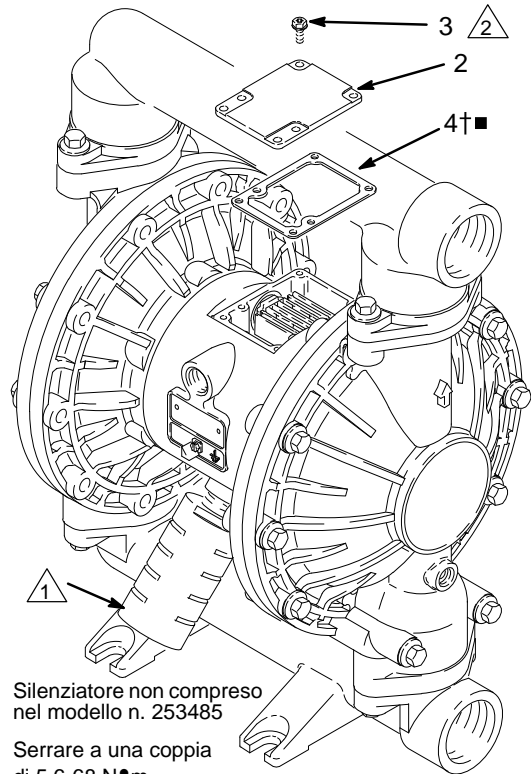

FIG. 6
2. Con un cacciavite Torx (T20) o una chiave a tubo da 7 mm (9/32 in.), rimuovere le sei viti (3), la copertura della valvola dell'aria (2) e la guarnizione (4). Vedere: FIG. 6.
10. Allineare la guarnizione della valvola (4 \uparrow ■) e il coperchio (2) con i sei fori del corpo centrale (1). Fissare con sei viti (3), utilizzando un cacciavite Torx (T20) o una chiave a tubo da 7 mm (9/32 poll.). Serrare a una coppia di 5,6-6,8 N•m (50-60 in-lb). Vedere: FIG. 6.